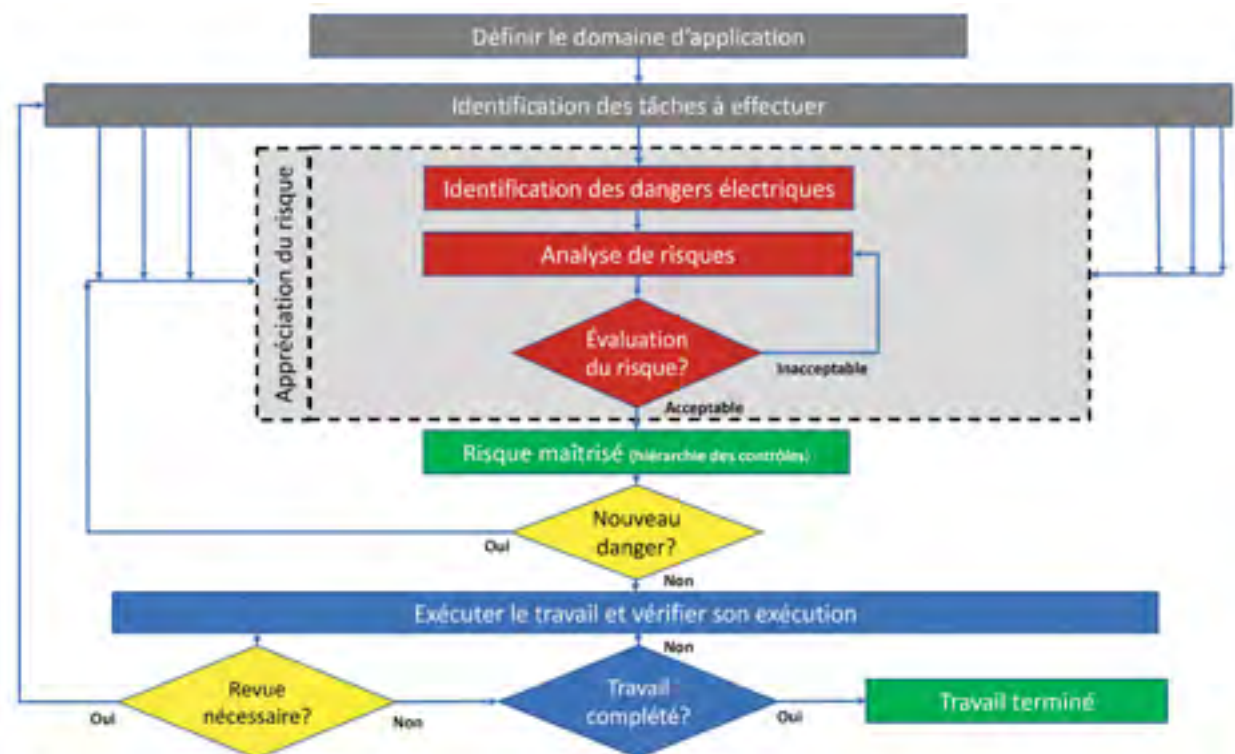

Fig. 2 Appréciation du risque
L'entrepreneur électricien devrait prendre connaissance des articles 4.3.4, 4.3.7 et 130.4, 130.7 des normes CSA Z462-21 et NFPA 70E-21, respectivement. Voir aussi la partie *danger de choc* à la figure 2³ de cet article.
Si toutes les options précédentes ne peuvent être réalisées ou si un éclat d'arc diminué subsiste, l'entrepreneur électricien doit sélectionner des vêtements anti-arc en effectuant une appréciation des risques d'éclat d'arc, décrite aux articles 4.3.5 et 130.5 des normes CSA Z462-21 et NFPA 70E-21, respectivement. Voir aussi la partie « danger d'éclats d'arcs » à la figure 2⁶ de cet article.
- ▶ Identification des dangers et l'appréciation des risques de la tâche (figure 2)